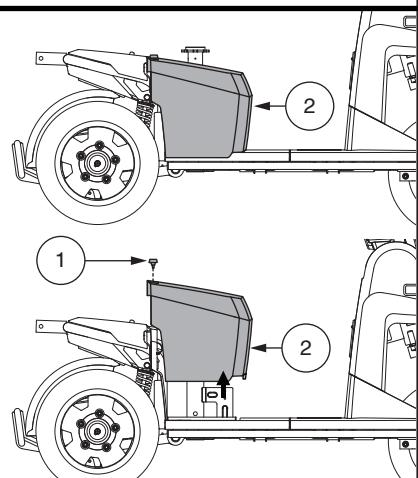

Figure 11. Retirer/Installer le protecteur de la batterie
1. Retirez le siège et le capot à batteries. **Voir la figure 11.**